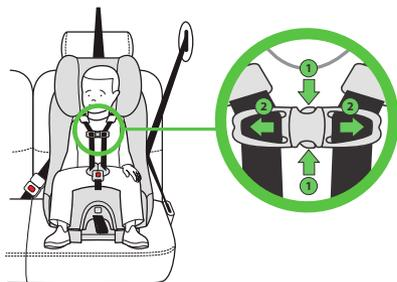

Figura 82
Apriete las lengüetas del broche del pecho para abrirlo (1) y separe las dos piezas del mismo (2) como se muestra en la **Figura 82**.